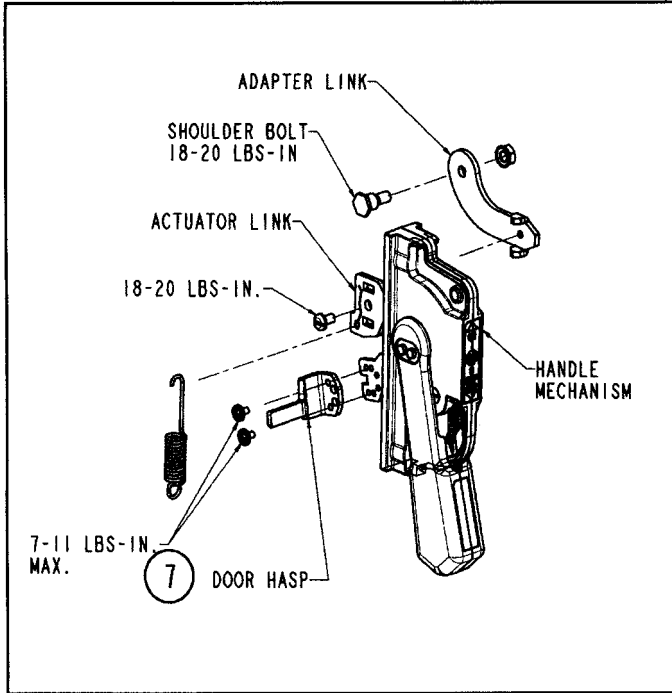

図 1-2 : 外部ハンドルメカニズムの組立て
7. ドアインタロックの留め金をハンドルに取付けます (最大 7 ~ 11in-lbs)。図 1-2 を参照してください。